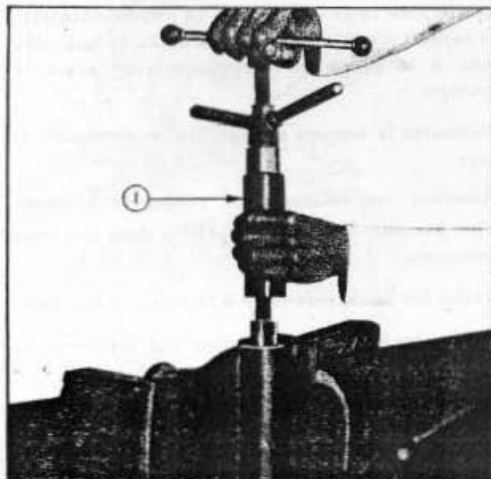

Fig. 5 = Dépose des bagues de fusée
5. Enlever les bagues à l'aide de l'outil T.3049 (voir Fig. 5).